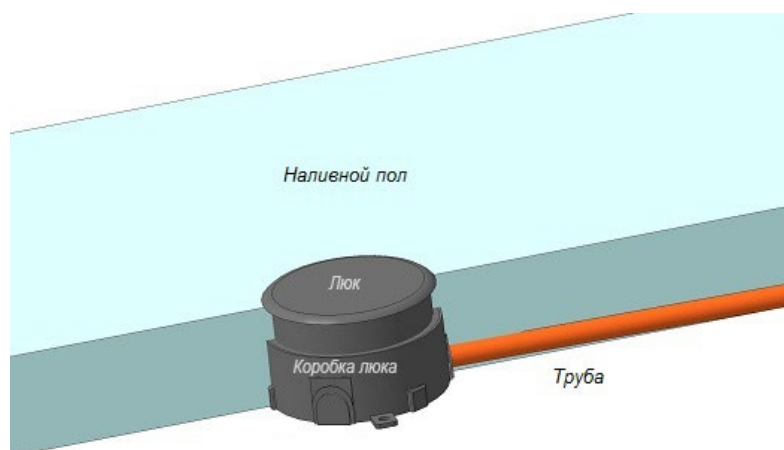

Рис. 5
2. В коробке для люка удалить защитные вставки. При необходимости зафиксировать коробку на полу с помощью крепежных элементов, установленных в монтажных отверстиях на основании люка (рис. 5).